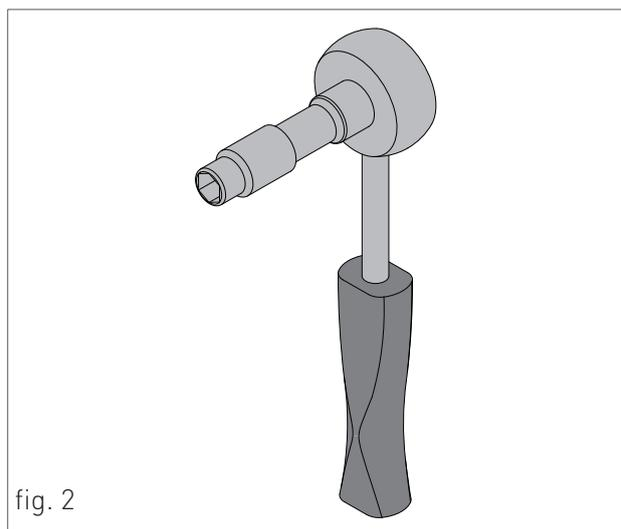

fig. 2
5. SEGNALAZIONE FIAMMA PRESENTE/INDICA ANCHE, SU 3 LIVELLI DI PERCENTUALE, IL GRADO DI POTENZA DI MODULAZIONE DELLO SCALDABAGNO (fig.2)